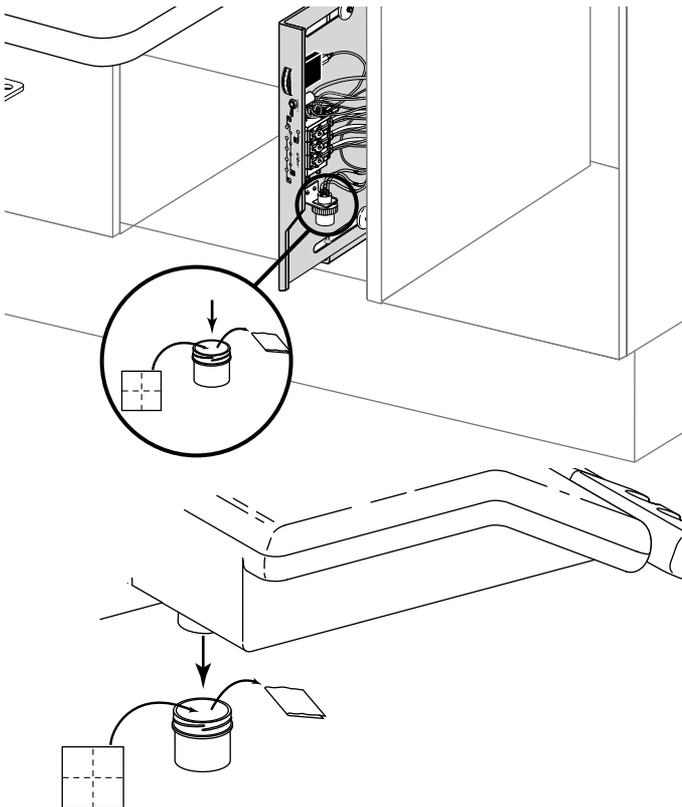

Figure 14. Réceptacle d'huile
1. Retirer le réceptacle d'huile de l'unité et jeter l'ancienne gaze (voir Figure 14).